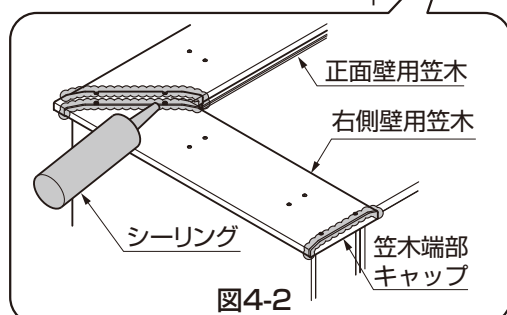
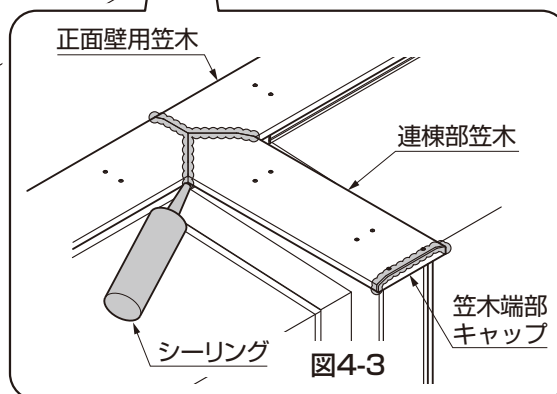

図4-2
図4-3
- ①笠木端部キャップを左右の側壁笠木と連棟部笠木に【2-15】で取付けてください。
- ②正面壁用笠木を前面パネルに【2-14】で取付けてください。
- ③左右の側壁笠木を左右の側壁に、連棟部笠木を連棟柱に【2-14】で取付けてください。
- ④笠木コーナークャップを笠木に【2-14】で取付けてください。
- ⑤連棟部の笠木および笠木コーナークャップの両端と笠木端部キャップにシーリングをしてください。(図4-2、図4-3参照)